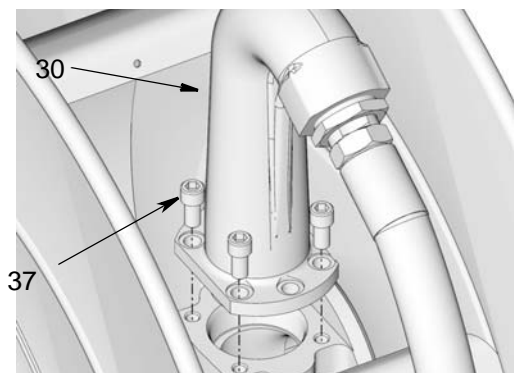

FIG. 12 : Représentation du modèle à basse pression.
15. Mettre la sortie (30) sur la bobine. Remplacer et bien serrer tous les (37). Serrer les boulons à un couple de 32,54 à 40,67 N.m (24 – 30 pi-lb) (FIG. 12).
- Les modèles à basse pression (montrés sur la FIG. 12) utilisent 4 boulons (37).
- Les modèles à moyenne pression (pas montrés) utilisent 6 boulons (37).